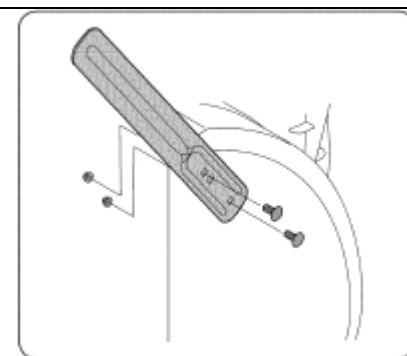

Рис. 13
2. Поверните вокруг подрезчики сугробов, как показано на Рис. 13 наружу от кожуха шнеков.